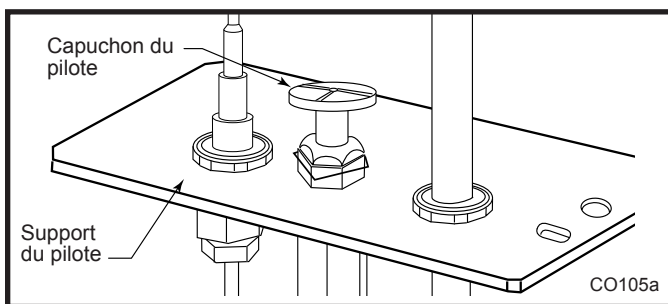

Fig. 74 Pour retirer le capuchon du pilote.
- Ôtez le capot de la veilleuse en le soulevant (Fig. 74), tout en prenant soin de ne pas défaire l'anneau élastique.